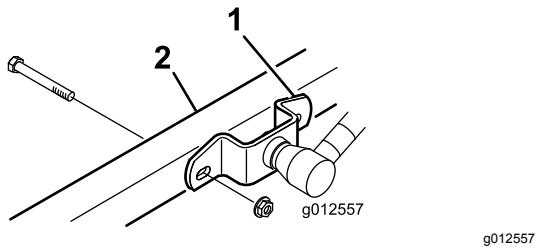

図 2
3. カッティングユニットを下降させ、昇降アームブラケットをキャスターームに固定している4本のボルトとナットを外す図 2。